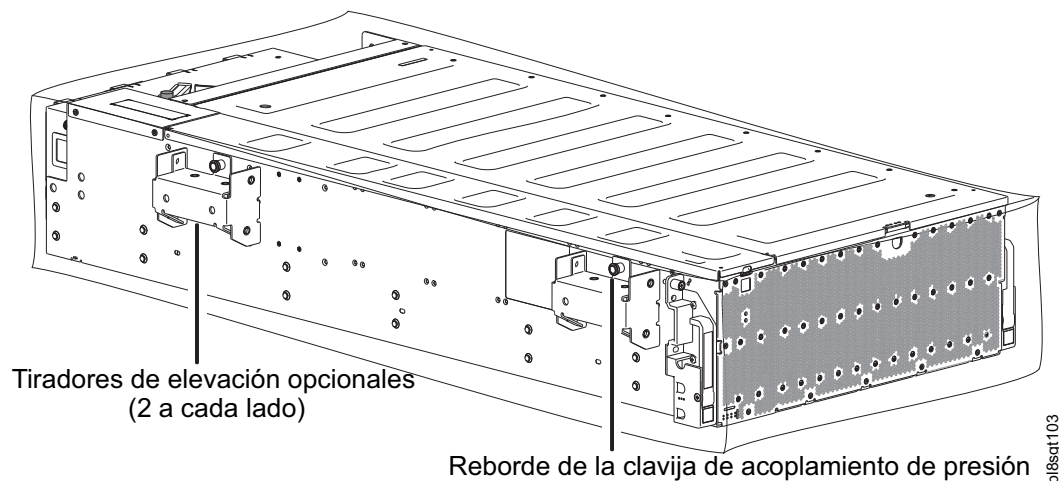

Figura 24. Desembalaje del alojamiento Modelo 106 mediante los tiradores de elevación
- >> Consulte la Figura 24 en la página 31 y los mensajes de PRECAUCIÓN situados encima y debajo de la ilustración. Solo se muestran las correas y la bolsa de plástico. Estas están aisladas del resto del embalaje. Como ayuda visual para esta tarea de desempaquetar, consulte el Apéndice C, "Embalaje del alojamiento", en la página 99 para obtener más información sobre el material de embalaje. La ilustración muestra dos tiradores de elevación de acero instalados en el lado izquierdo del chasis, justo debajo de la tapa del alojamiento. Hay dos tiradores de elevación de acero adicionales acoplados de forma simétrica en el lado derecho del alojamiento (ocultos en esta vista).